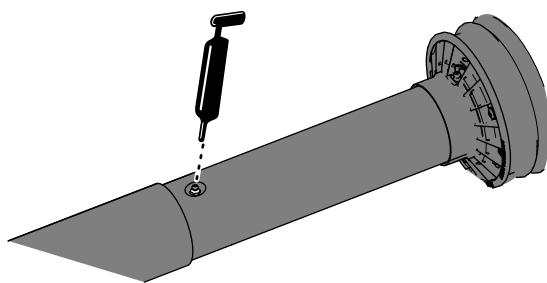

Рисунок 10
3. Частично выдвиньте приводной вал механизма отбора мощности, чтобы получить доступ к масленке для консистентной смазки рядом со средней частью встроенного кожуха приводного вала (Рисунок 10).
- Заправьте консистентной смазкой масленку для консистентной смазки телескопического соединения приводного вала, как показано на Рисунок 10.